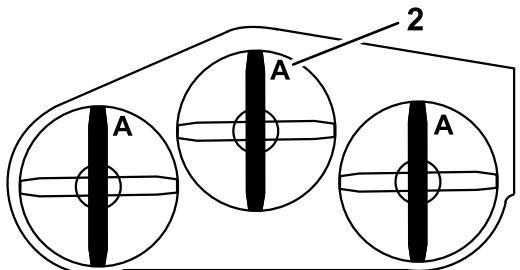

Bild 90
- Drehen Sie die Schnittmesser, bis die Enden nach vorne und hinten gerichtet sind (Bild 90). Messen Sie von einer ebenen Fläche bis zu den Schnittkante (Position A) der Messer (Bild 90). Notieren Sie diesen Wert.